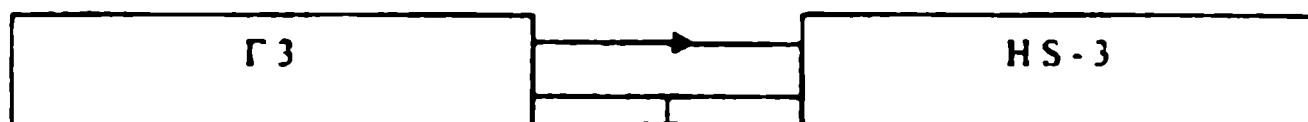

Рис. 2
4.1. Собрать схему для измерения частоты с помощью осциллографа при калиброванной линейной развертке (см. рис. 2).